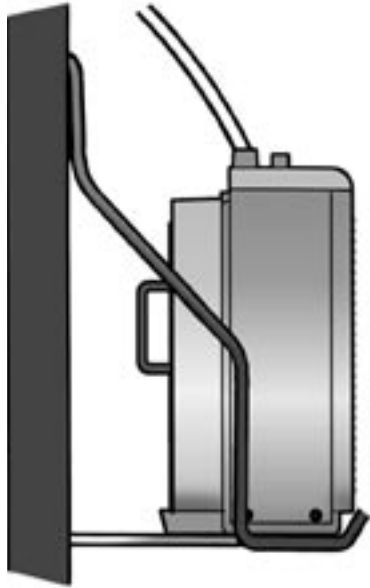

Fig. 6
- Inserire sul telaio l'unità esterna (Fig. 6)
- Fix the outdoor unit to the frame (Fig. 6).
- Das Außengerät im Rahmen einsetzen (Abb. 6).
- Introduzcan en el bastidor la unidad externa (Fig. 6)
- Plaats de buitenunit op het frame (fig. 6).